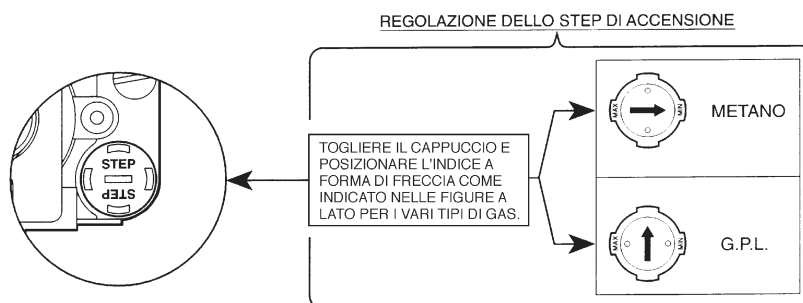

fig. 8
- 2 Togliere dalla valvola gas il piccolo cappuccio di protezione **3** (fig. 8). Con un piccolo cacciavite regolare lo "STEP" d'accensione per il gas desiderato (G20-G25 oppure G30-G31); rimettere quindi il cappuccio.